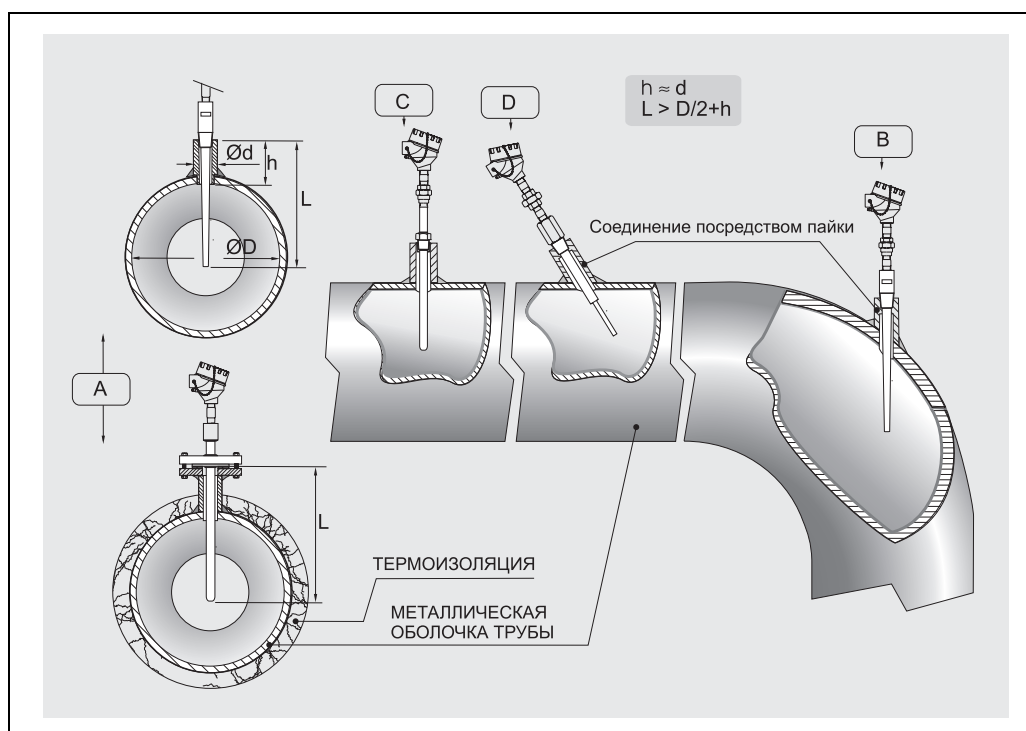

Рис. 2: Примеры установки
Для исключения такого рода ошибок рекомендуется, по возможности, использовать термометры с небольшим диаметром возле стенки при глубине погружения (L) не менее 80÷100 мм (см. рис. 2А-2С).
Изоляция на наружном конце датчика снижает влияние глубины погружения. Кроме того, возможна установка под углом (см. рис. 2В-2D).